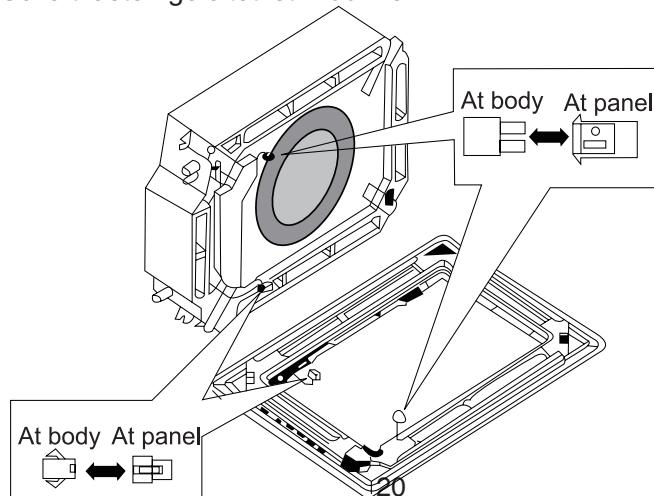

**Abb.24**
1. Befestigen Sie am Hauptgerät zwei Bolzen (Zubehör) (in der Ecke der Kältemittelleitung und in der gegenüberliegenden Ecke). Detailansicht in Abb. 24. Geben Sie Acht, dass 15-20mm des Bolzens nicht eingeschraubt werden, um das Paneel einfacher einhängen zu können.